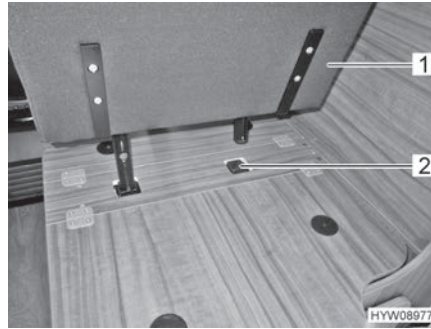

Bild 13 Sätt i den hopfällbara stolen i hållaren
- Sätt den hopfällbara stolen (Bild 13,1) i hållaren (Bild 13,2).